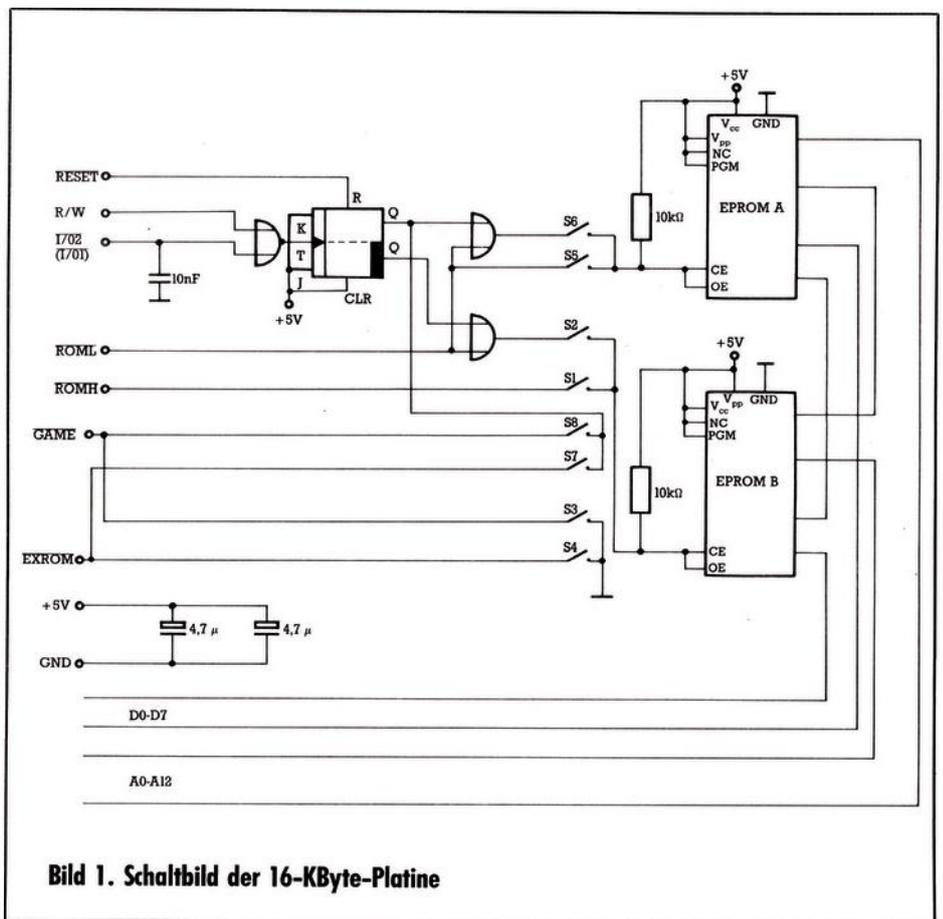

Bild 1. Schaltbild der 16-KByte-Platine
hen, besser gesagt, daß sich immer nur eines in Betrieb befindet und zwischen beiden EPROMs umgeschaltet werden kann. Dazu benötigt man eine kleine Logikschaltung mit einem JK-Flip-Flop und zwei OR-Gattern (Bild 1). Beim JK-Flip-Flop werden die Eingänge J und K auf +5 V gelegt und bei jedem Wechsel von »High« nach »Low« an T (Takt) wird das Flip-Flop umgeschaltet. Der Ausgang Q wechselt dann von »0« nach »1«, »Q« wechselt von »1« nach »0«. Man braucht noch eine Leitung, die vom Computer aus kontrolliert, beziehungsweise geschaltet werden kann und die mit dem Takt-Eingang des Flip-Flop verbunden wird. Zu diesem Zweck gibt es zwei I/O-Leitungen im C 64, nämlich I/O1 und I/O2, denen zwei Register im Computer entsprechen. Diese Register (I/O1: \$DE00; I/O2: \$DF00) kann man zum Beispiel mit POKE 57088,X oder STA \$DE00 ansprechen. Dabei wechselt ihr Zustand kurzzeitig von »high« nach »low« und es entsteht gerade das Schaltverhalten, das man für das Flip-Flop benötigt. Die Zusammenhänge beim Schalten gehen am besten aus einer Logiktable hervor. Es darf dabei immer nur ein EPROM an den Pins CE/OE ein Signal »low« bekommen.
2. Die Stifte 5 bis 12 sind an die acht Reihen (Rows) der Tastaturmatrix (Bild 1) angeschlossen.
Jede Taste verbindet eine Spalte der Matrix mit einer Reihe der Matrix. Bei acht Reihen und acht Spalten gibt es folglich $8 \times 8 = 64$ Möglichkeiten der Verschaltung, die der C 64 vollständig ausnutzt. Bild 1 zeigt,